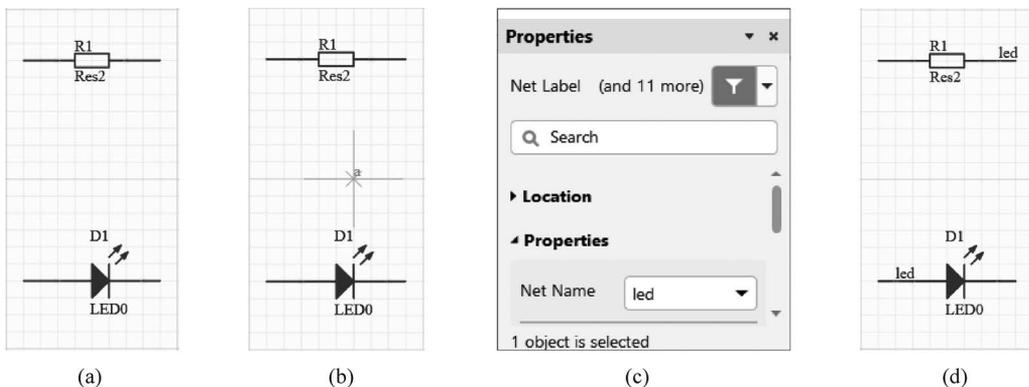

图 3.15 放置网络标签
(1) 放置电阻和发光二极管,从引脚引出导线,如图 3.15(a)所示。
(2) 在电路原理图编辑器中,选择“放置”→“网络标签”选项,或者单击布线工具栏中的“放置网络标签”按钮 ,光标变成十字形,并黏着一个网络标签,如图 3.15(b)所示。
(3) 按 Tab 键,弹出网络标签属性面板,在 Net Name 下拉列表框中输入网络标签的名称,设置结果如图 3.15(c)所示。关闭网络标签属性面板,单击电路原理图上的“暂停”按钮,回到放置网络标签状态。
(4) 把光标移到从电阻一个引脚引出的导线上,单击,把网络标签放置到导线上。
(5) 把光标移到从发光二极管一个引脚引出的导线上,单击,把网络标签放置到导
放置网络标签后的电路原理图如图 3.15(d)所示,此时,两个具有相同网络标签的引脚就连接在一起了。